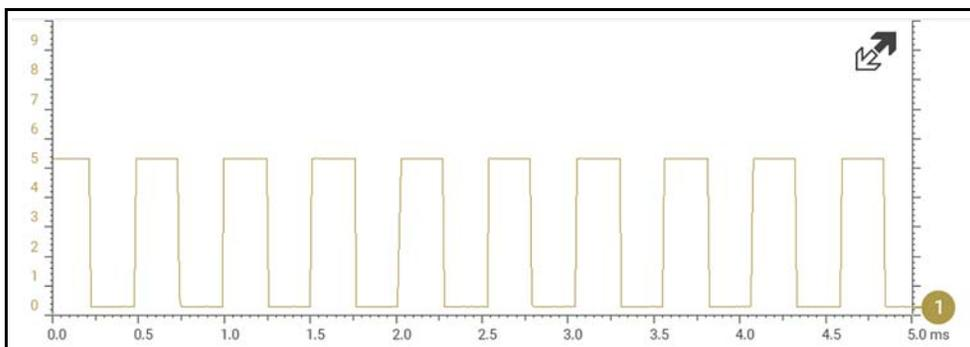

Figura 8-40
**1** - Supervisar/capturar la forma de onda mientras se muestra normalmente (Figura 8-40). Es posible que no vea una interrupción mientras se monitorea con esta configuración.